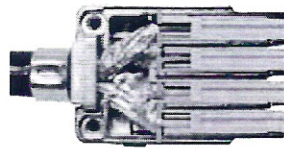

Рисунок 23 – Установка вставок в корпус
6.13 Вставить собранную вставку в корпус. Для достижения оптимальных характеристик экранирующая фольга должна доходить до металлических ребер корпуса (пунктирная линия) (рис. 23).